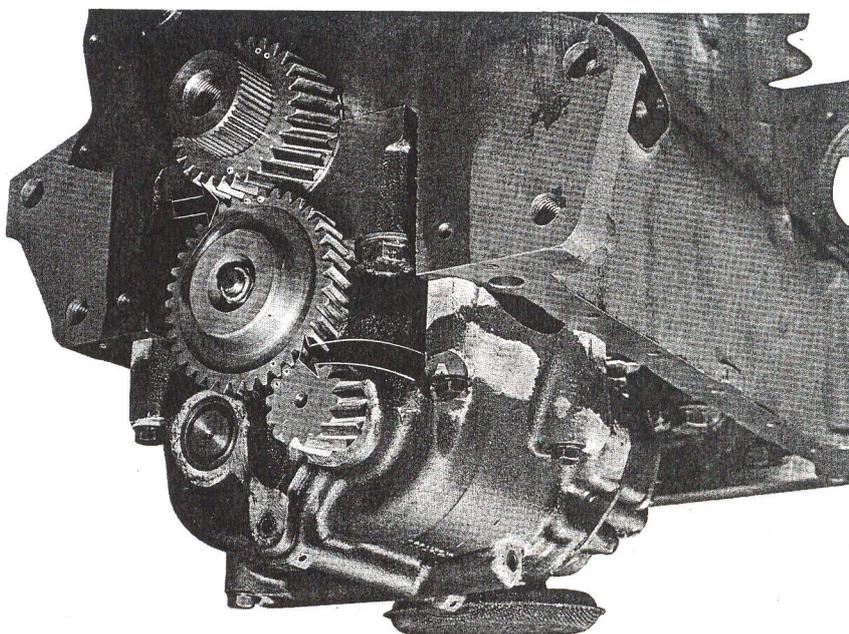

Fig. M3 —
1. de caler l'équilibreur avec les points de repère des 2 pignons (fig. M3). Pour cela, faire tourner le pignon fou de l'équilibreur de façon que le point repère placé en regard d'une dent du pignon fou vienne s'aligner entre les deux points repères des dents du petit pignon extérieur (A, fig. M3).